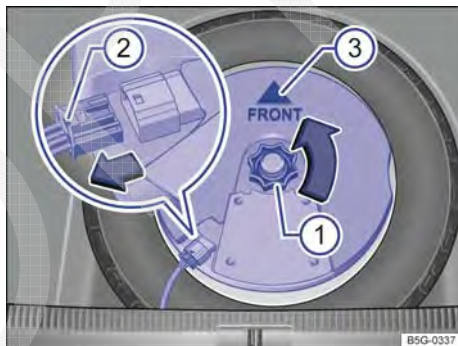

Fig. 227 No compartimento de bagagem: remover o subwoofer (variante 2).
- Desrosquear o manípulo → Fig. 227 ① no sentido anti-horário (seta).
- Para destravar o conector, pressionar o travamento a extremidade do conector ②.
- Colocar o subwoofer cuidadosamente na caixa do aro. A ponta do símbolo da seta "FRONT" → Fig. 227 ③ deve indicar para frente no subwoofer.
- Inserir o conector até que o travamento ② se trave de maneira audível.
- Girar o manípulo ① no pino rosqueável no sentido anti-horário até que o subwoofer fique preso com segurança.